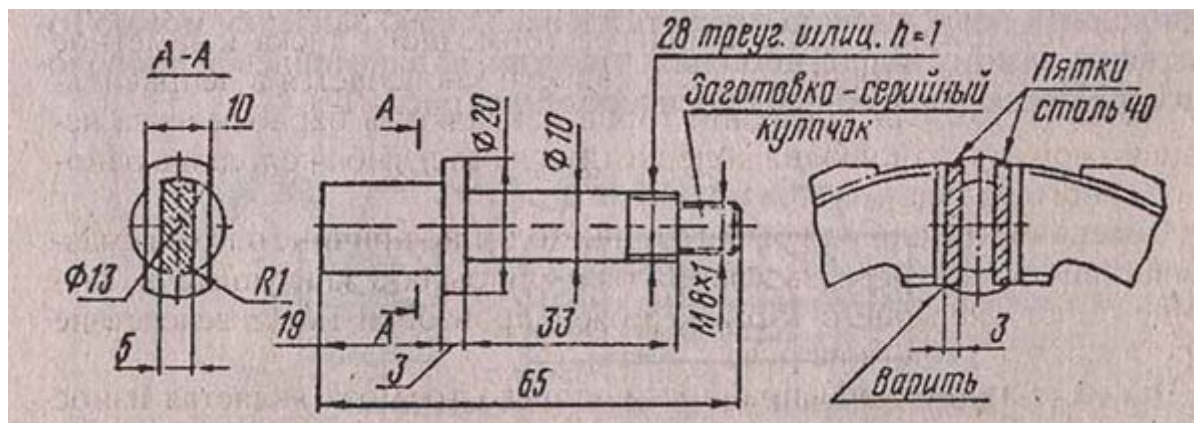

Рис. 4.16. Измененный кулачок тормоза переднего колеса и установка пяток на тормозные колодки.
5. Слабая эффективность переднего тормоза. Для устранения этого дефекта рекомендуем сошлифовать кулачок, как показано на рис. 4.16, а к опорным площадкам приварить пятки толщиной 3 мм.